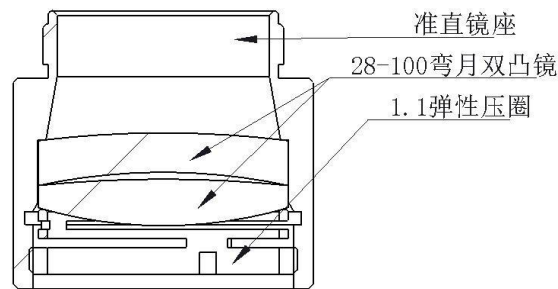

图 12 100 准直 28 月牙镜片内部安装示意
- 如图 12 所示将新的准直镜装入新的准直镜座内，把新的准直镜和准直镜座旋进 CM 组件中并拧紧固定螺丝；